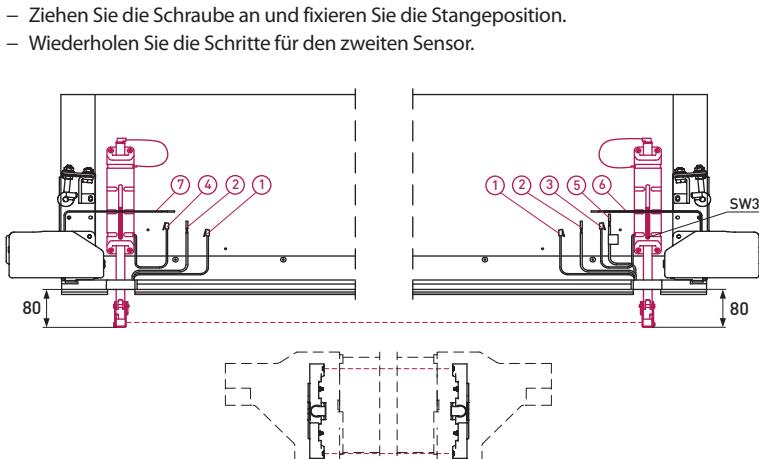

Abb. 1 — Einrichtung der Stangeposition mit dem Sensor des Sets **PFS-200KIT**
1. Bei der Lieferung des Tors ist das Set der Fotozelle mit Rollenhaltern **PFS-200KIT** an dem Torblatt in Transportstellung installiert, elektrische Kabel sind an den Anschlusspunkten angeschlossen. Nach der Montage des Tors ist eine Einstellung erforderlich (Abb. 1):
5. Führen Sie die Kabel des Torblattes durch die Kableinführungen in die Gehäuse des Sets ein. Abb. 1 zeigt beispielhaft die Kabel eines Industrietorblattes mit einer Schlupftür mit flacher Schwelle: